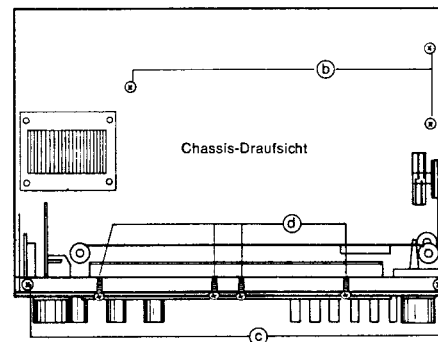

Abb. 3
- Vier Schrauben (e) unterhalb der Skala herausdrehen (Abb. 3).